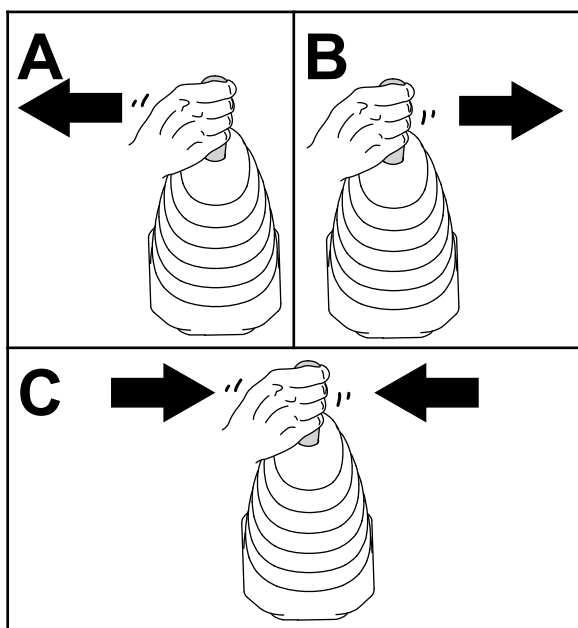

Рисунок 51
4. Переместите джойстик погрузчика влево, вправо, затем снова в НЕЙТРАЛЬНОЕ положение, чтобы сравнить давление в гидравлических соединителях (Рисунок 51).